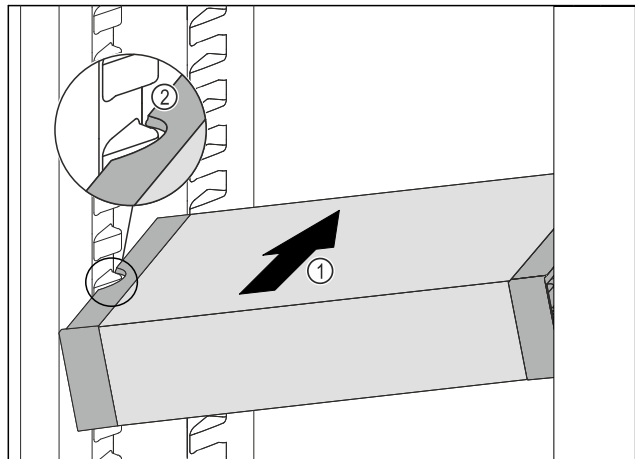

Fig. 99
- Вставити висувний ящик VarioSafe під кутом в охолоджувальне відділення Fig. 99 (1), доки бокові поглиблення Fig. 99 (2) VarioSafe не будуть розташовуватися на рівні ребра для ємності в охолоджувальному відділенні.